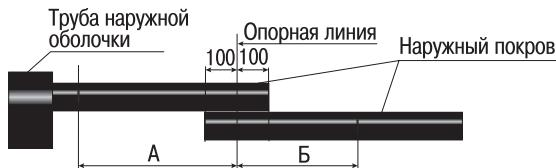

Рисунок 1
- 4.2 Установить соединяемые концы кабелей в приспособлении для монтажа соединительных муфт внахлест не менее 100 мм от опорной линии (рисунок 1), закрепить их.
- 4.5 На п/э рукав (на рисунке не показан) надеть трубу наружной оболочки (рисунок 1).